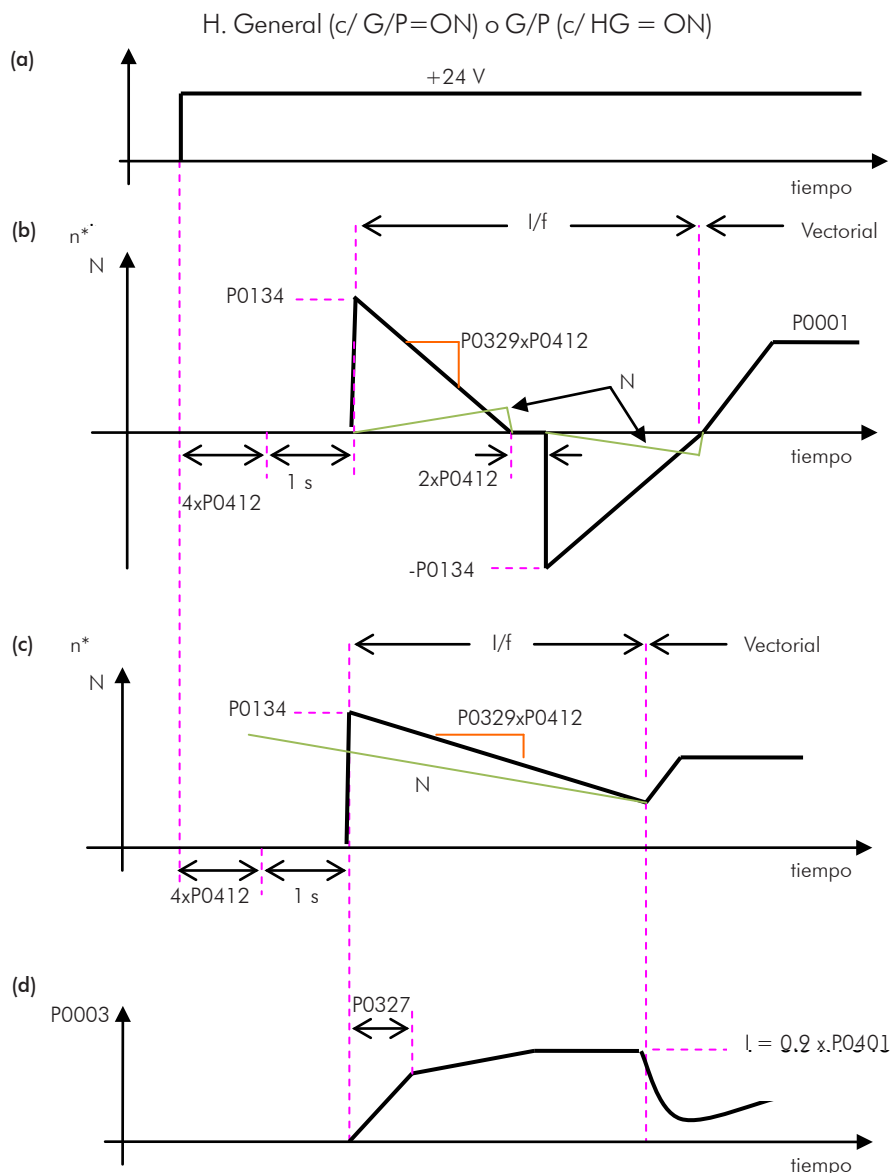

Figura 14.6 - (a) a (d) - Influencia de P0327 y P0329 durante el Flying Start ($P0202 = 3$)
El comportamiento de la Función Flying Start (FS) en el modo sensorless durante la aceleración y la reacceleración puede ser comprendido a partir de la Figura 14.6 en la pagina 14-14.
En la Figura 14.6 en la pagina 14-14 \(b\) es presentado el comportamiento de la referencia de velocidad cuando la función FS es iniciada con eje del motor parado y P0329 pequeño (no optimizado).
En la Figura 14.6 en la pagina 14-14 \(c\) es presentado la referencia de velocidad cuando la Función FS es iniciada con el eje del motor girando en el sentido deseado o el eje se encuentra parado y P0329 ya optimizado.